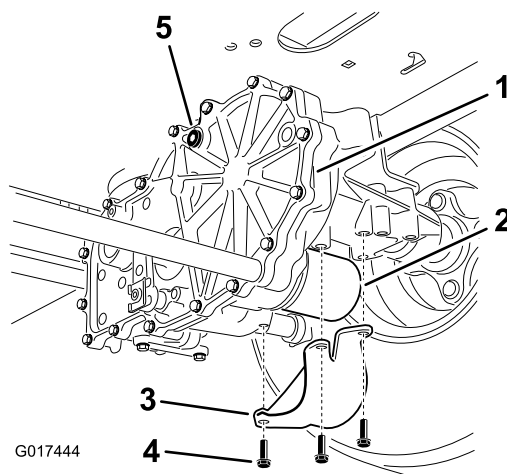

Figura 70
4. Individuate il filtro e le protezioni su ogni sistema di trasmissione (Figura 70).
5. Rimuovete le 3 viti con cui è fissata la protezione del filtro (Figura 70).